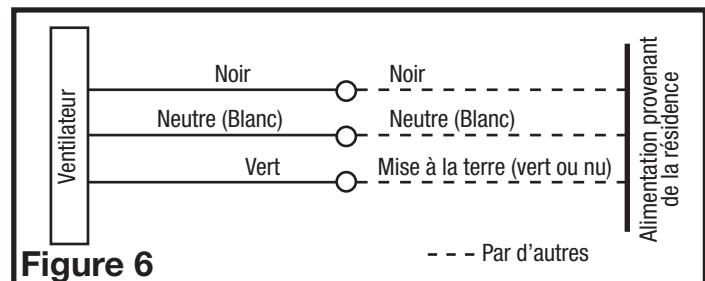

Figure 6
- De là où vous avez accès à l'intérieur de la boîte de jonction du ventilateur, connecter le fil Blanc provenant de la résidence au fil Blanc du réceptacle du ventilateur. Connecter le fil Noir de l'interrupteur mural au fil Noir du réceptacle du ventilateur. Connecter le fil de mise à la terre provenant de la résidence au fil Vert du réceptacle du ventilateur (**Figure 6**). Utiliser des méthodes approuvées pour toutes les connexions.